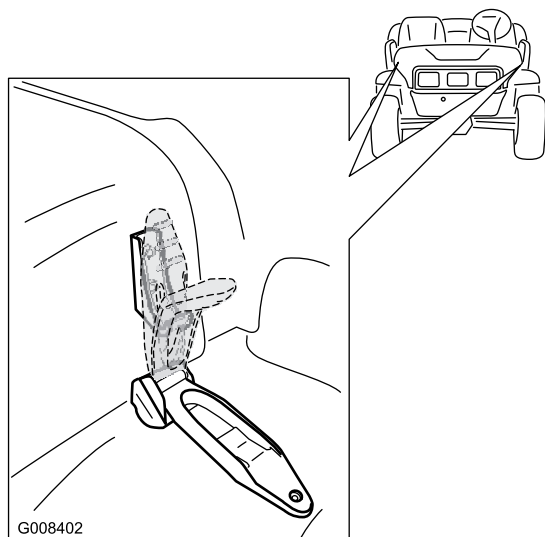

Рисунок 21
1. Отсоедините резиновые элементы с обеих сторон капота (Рисунок 21).